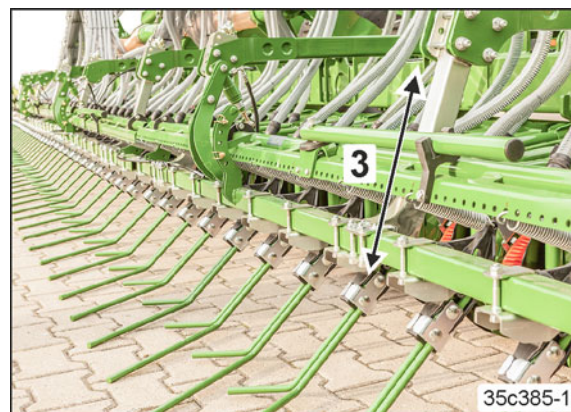

Fig. 187
5. Efectuați reglaje identice (Fig. 187/3) la toate segmentele de ajustare.